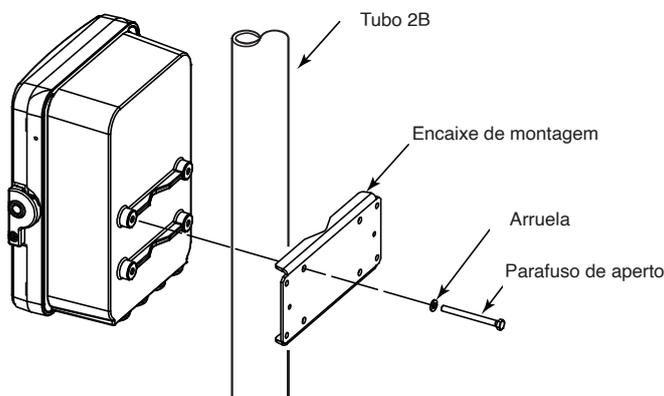

Figura 3.9
- (1) Prepare um tubo vertical de comprimento suficiente (JIS 50A nominal: D.E 60,5 mm) para instalação do conversor. (O conversor pesa aproximadamente 6 kg.)
- (2) Instale o conversor no tubo. Fixe-o firmemente no tubo de acordo com o procedimento descrito na Figura 3.9.